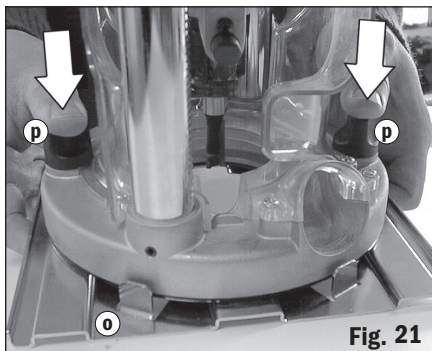

Fig. 21
3. Presione las perillas de montaje hacia abajo, hasta que las cabezas de los bulones queden ubicadas dentro de las ranuras, luego deslice la fresadora hasta que quede contra las lengüetas de ubicación (**Fig. 21**). Ajuste las perillas firmemente.